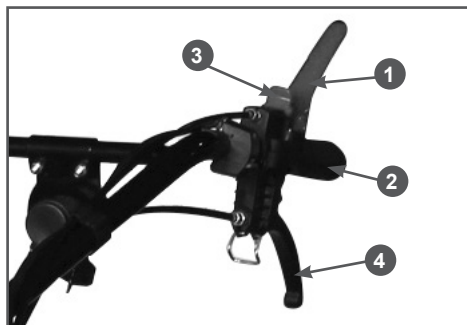

Рис. 12 Левая рабочая рукоятка
2. Рычаг остановки двигателя 1 (Рис.12)
При возникновении аварийной ситуации, для экстренной остановки мотоблока переведите рычаг 1 остановки двигателя (Рис. 12) в верхнее в положение (отпустите рычаг).